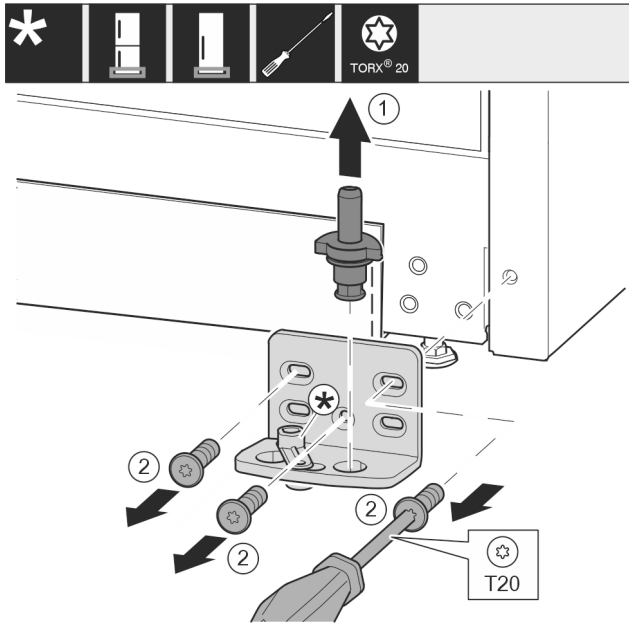

Fig. 10
- ▶ Lagerbolzen komplett nach oben herausziehen. Fig. 10 (1)
- ▶ Schrauben mit Schraubendreher T20 herausdrehen und Lagerbock abnehmen. Fig. 10 (2)